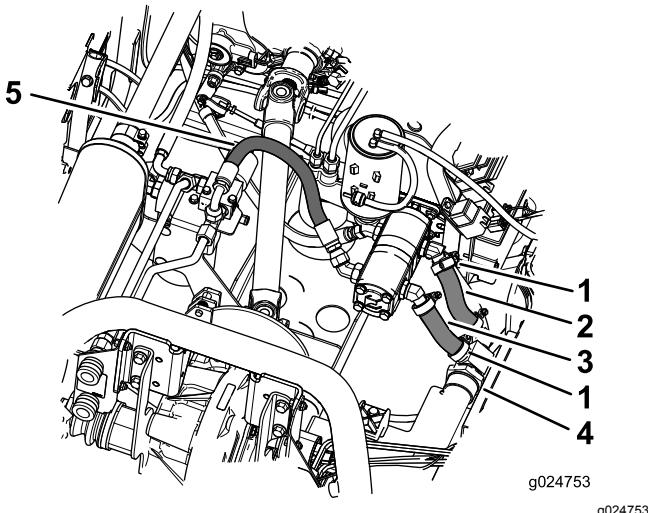

Bild 12
4. Drehen Sie das große T-Anschlussstück und das 90-Grad-Anschlussstück in die Schlauchenden, um den Hydraulikschlauch und die Schläuche zu befestigen. Durch das Drehen der Anschlussstücke wird das Befestigen der Schläuche vereinfacht. Siehe Bild 12.
5. Befestigen Sie die Schläuche mit Schlauchklemmen (Bild 12).